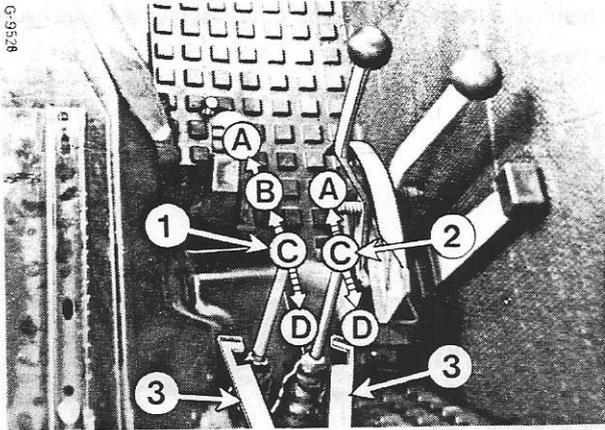
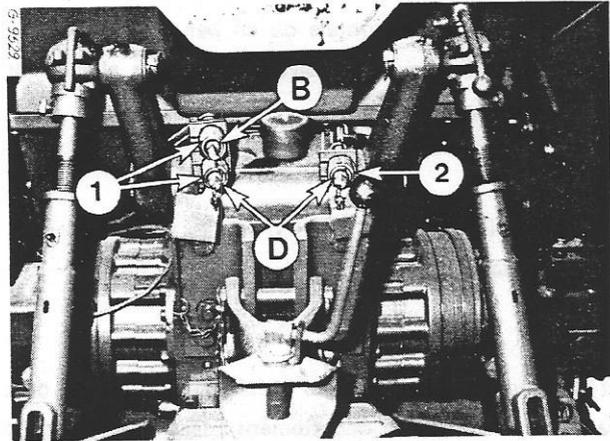

Figure 52 - Leviers de distributeur auxiliaire.
Figure 53 / 54
1. Distributeur à double effet, levier à 4 positions repère (1, fig. 53)
2. Levier de distributeur à simple effet repère (2, fig. 53)
Pour lever, tirez toujours les leviers (1 et 2, fig. 52) complètement en arrière pour éviter une surchauffe d'huile hydraulique.
NOTE : Obturez les orifices des coupleurs automatiques (1 et 2, fig. 53) s'ils ne sont pas utilisés.
1. Coupleur automatique (levier 1, fig. 52)
2. Coupleur automatique (levier 2, fig. 52)
Si on les branche sur un distributeur à double effet (4 positions) n'oubliez pas d'utiliser le raccord (D, fig. 53 / 54). Utilisez la position flottante (A, fig. 52) en descente pour éviter de surchauffer le circuit.